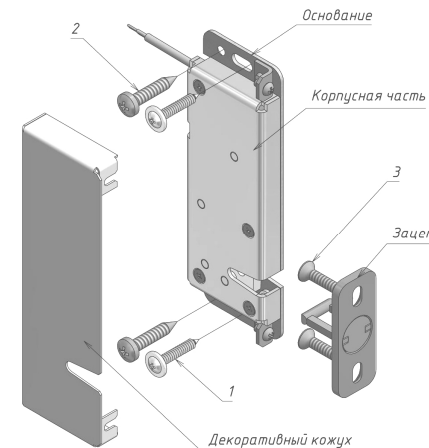

Рисунок 2 – Комплект поставки замка AL-250UZ
3.1 В основной комплект поставки (рисунок 2) входят:
- саморез-шуруп 4,2х25 с прессшайбой (1) - 2 шт.
- саморез-шуруп 4,2х25 п/к (2) - 2 шт.
- саморез-шуруп 4,2х25 потай. (3) - 2 шт.
Замок состоит из корпусной части и зацепа (рисунок 2). Корпусная часть крепится к дверной коробке, зацеп – к двери.